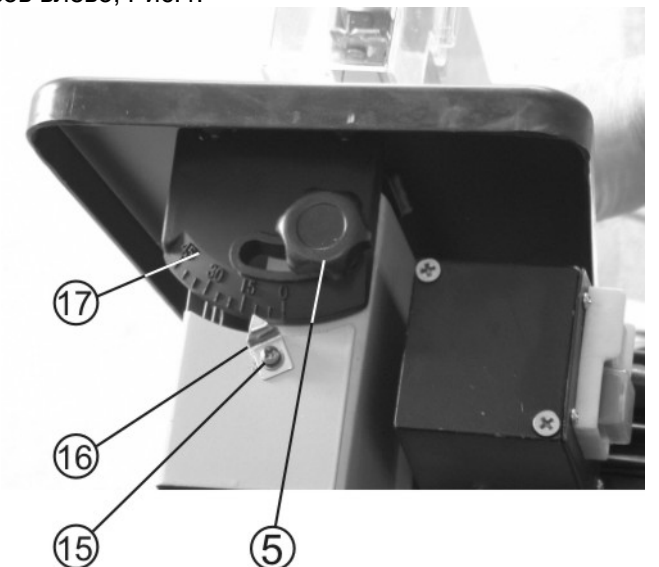
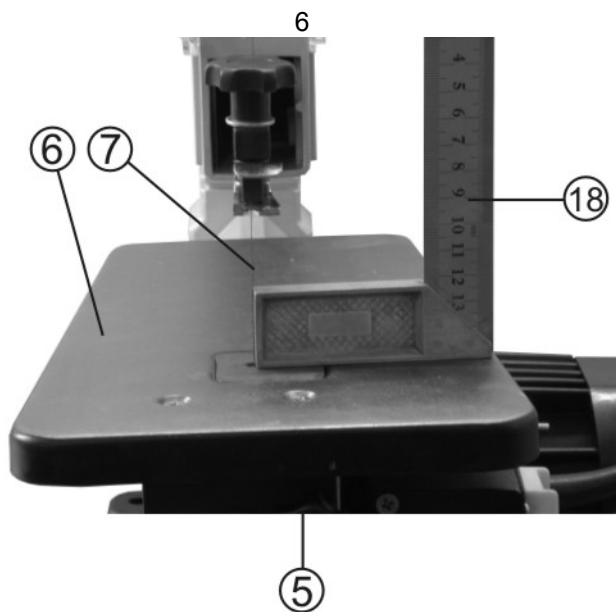

Рис.5
Рис. 6
- 10.2. Ослабьте винт фиксации угла наклона рабочего стола (5), Рис.5, и установите рабочий стол (6), Рис.6, под прямым углом к пильному полотну (7), Рис.6.
- 10.3. С помощью маленького угольника (18), Рис.6, убедитесь, что угол между пильным полотном (7) и рабочим столом (6) равен 90 градусам. Если рабочий стол расположен перпендикулярно к пильному полотну, затяните винт фиксации угла наклона рабочего стола (5), Рис.6.
- 10.4. Ослабьте винт (15), закрепляющий указатель угла наклона рабочего стола (16), установите указатель угла наклона рабочего стола (16) на 0 градусов на шкале угла наклона рабочего стола (17) и закрепите винт (15) указателя угла наклона рабочего стола (16), Рис.5.
- 10.5. Шкала угла наклона рабочего стола (17), Рис.5, **используется только для ориентировки**. Всегда проверяйте угол наклона рабочего стола с помощью угломера, прежде чем начать пиление.